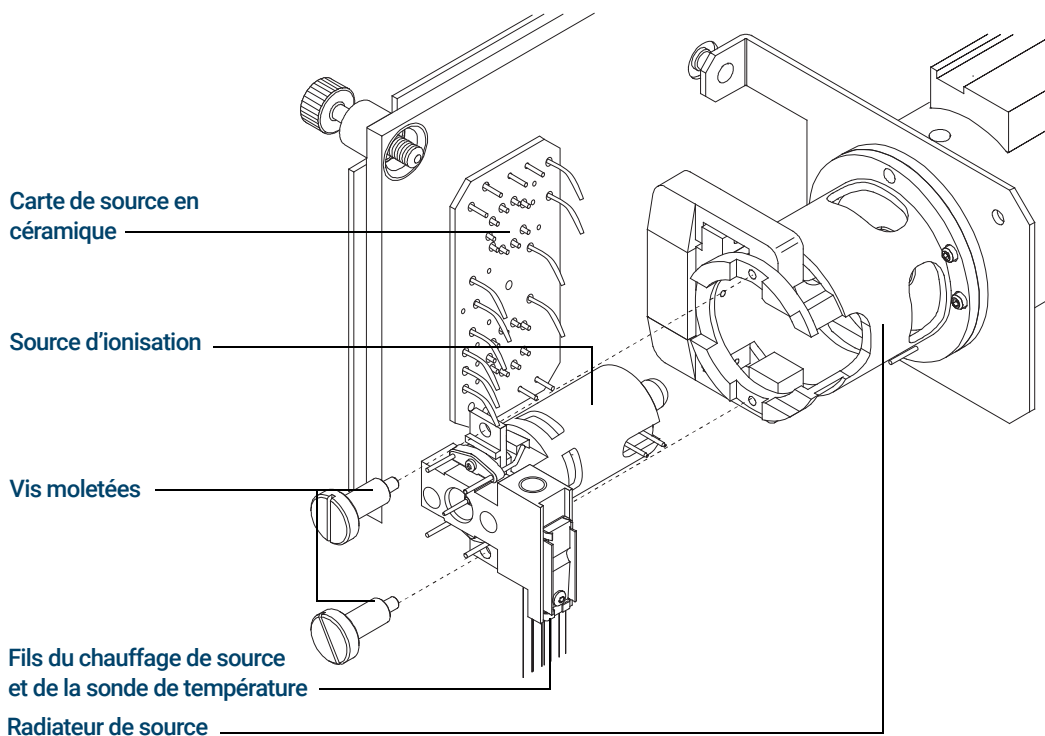

Figure 48. Dépose de la source EI XTR ou HydroInert
- 4 Déposer les vis moletées de fixation de la source. (Voir **Figure 48.**)